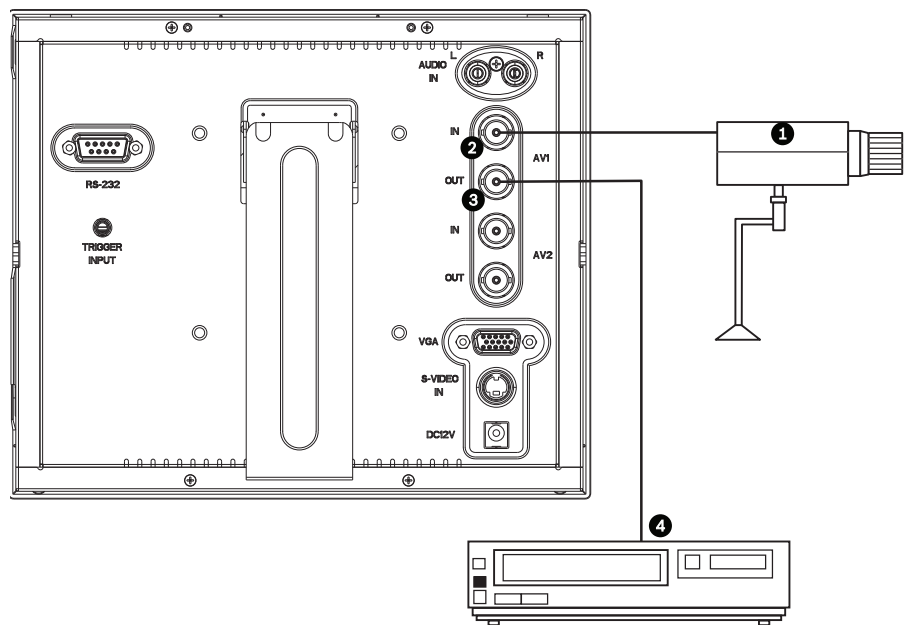
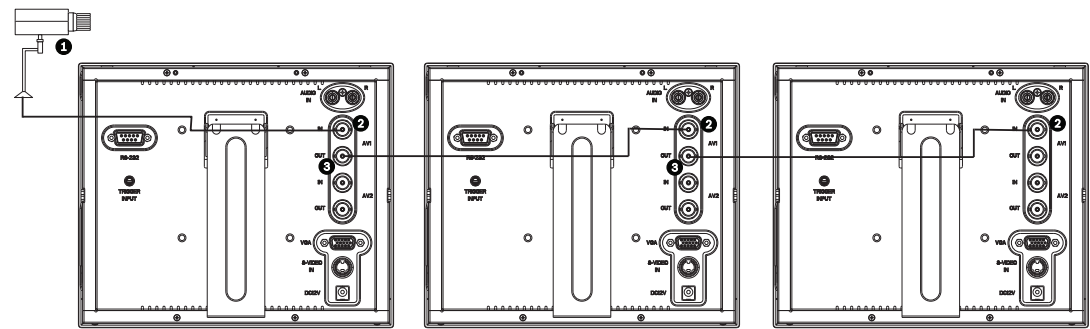

Figura 5.5 Configuración de monitor simple
Figura 5.6 Configuración de monitor múltiple
Nota: todas las entradas de vídeo están conectadas en bucle pasivo. La impedancia se establece automáticamente en 75 ohmios mediante la entrada de la señal en el conector de entrada, al mismo tiempo que funciona en modo de conexión simple (consulte la *Figura 5.5*). Si también se conecta un cable al conector de salida, la señal de vídeo se puede transmitir a otro monitor conectado mediante la función de conexión en bucle activo. De esta forma se pueden conectar hasta tres (3) monitores (consulte la *Figura 5.6*).